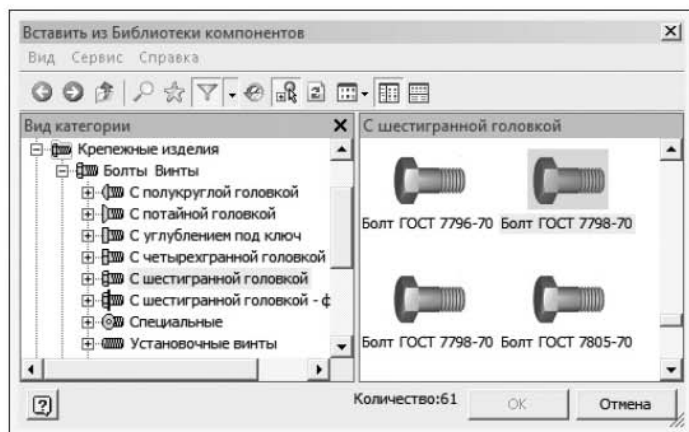

Рис. 9.5. Диалоговое окно Вставить из Библиотеки компонентов
1. Выберите команду ленты Сборка ▶ Компонент ▶ Вставить из Библиотеки компонентов , в результате появится диалоговое окно (рис. 9.5).